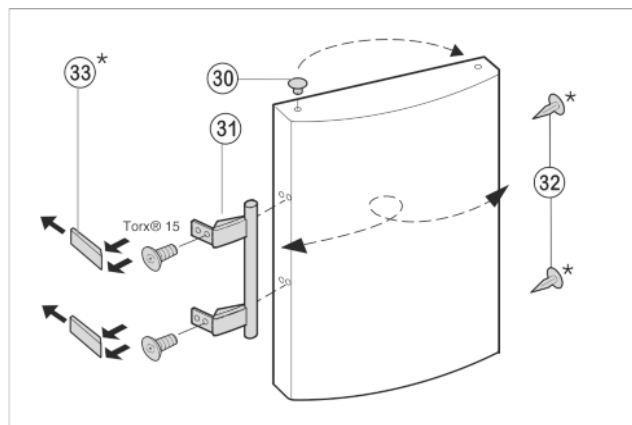

Fig. 9
- ▶ Zátky Fig. 9 (30) vyjměte z pouzdra ložisek dvířek a přemístěte je.
- ▶ Madlo dveří Fig. 9 (31), zátky Fig. 9 (32) a krycí destičky Fig. 9 (33) odmontujte a přemontujte na protější stranu.